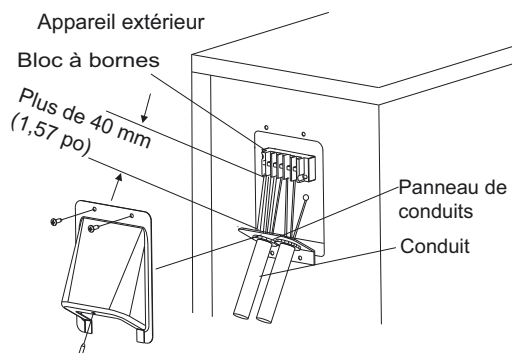

Fig. 22 – Câblage sur place
5. Raccordez le conduit au panneau de conduits (voir la figure 22).